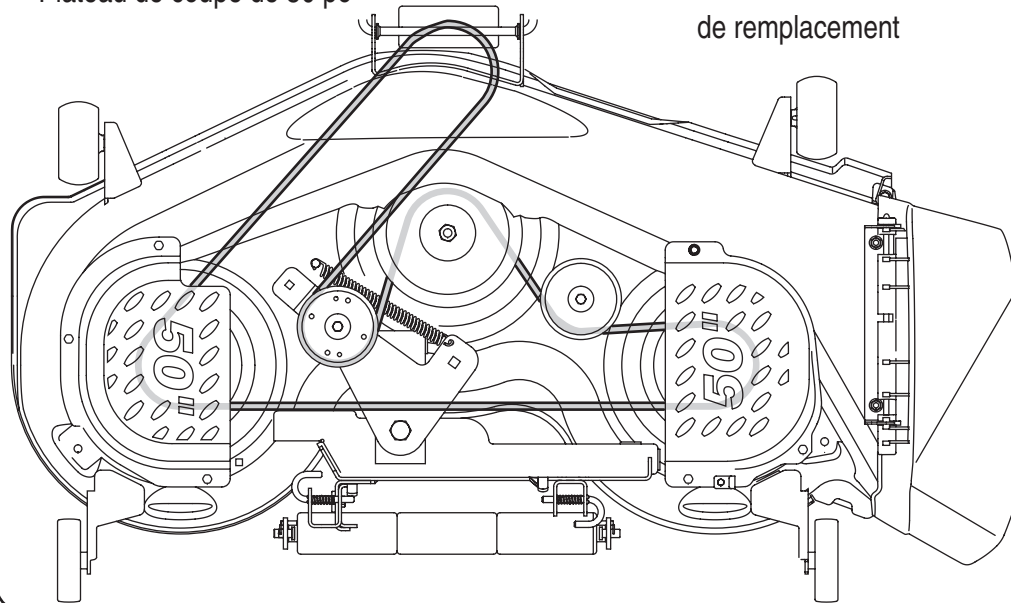

Figure 28 Installation de la courroie de remplacement sur le plateau de coupe de 50 po
3. Faites passer la poulie du plateau de coupe autour des poulies des fusées et des poulies de tension, comme à la Figure 28.